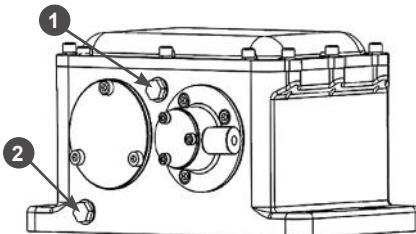

Рис. 20 Замена масла в вибраторе
- Открутите болт 1 сливного отверстия и слейте топливо из поплавковой камеры карбюратора (Рис. 20).
В вибратор заливается моторное масло SAE30. Полный объем масла в вибраторе составляет 400 мл. Для поддержания вибратора в рабочем состоянии необходимо менять масло в вибраторе строго в соответствии с графиком ТО. Первая замена масла в вибраторе должна быть через первые 50 часов работы виброплиты, последующие замены масла в вибраторе через каждые 200 часов работы виброплиты. Отверстия для заправки масла и контроля уровня масла в вибраторе находятся с левой стороны вибратора (смотреть по ходу движения) (Рис. 20).
2. Очистите зону вокруг пробок заливного и контрольного отверстий (Рис. 20).
5. Открутите пробку 2 контрольного отверстия и слейте масло через контрольное отверстие в подготовленную для этого емкость (Рис. 20). Внимательно осмотрите слитое масло на предмет наличия в нем металлических частиц.